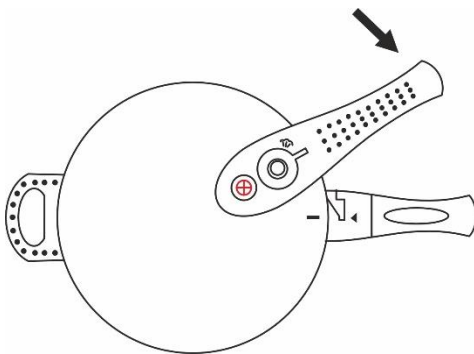

Abb. 5
- Deckel im Uhrzeigersinn drehen, bis er vollständig verriegelt ist (Abb. 5).